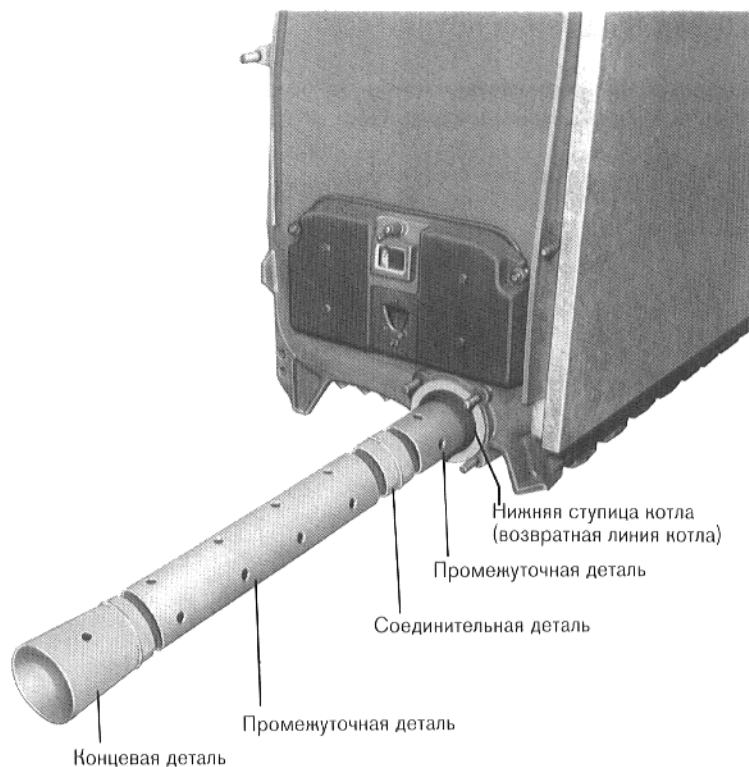

Рис. 16 – принципиальная схема
2. Вставить первую концевую деталь (поз. 1) в последнюю промежуточную деталь (поз. 2, 3 или 4) питательной трубы и до упора втолкнуть в нижнюю ступицу котла (рис. 16).
3. Насадить и слегка привинтить соединительный фланец возвратной линии с уплотнением на нижнюю ступицу котла (рис. 16 и 17).